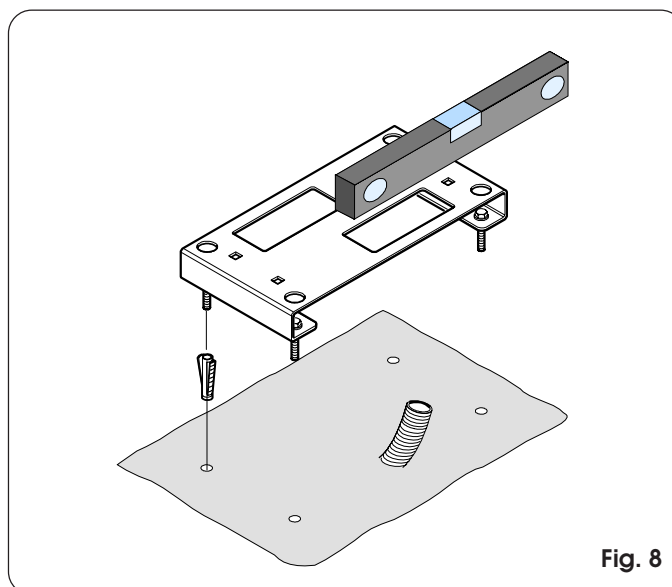

Fig. 8
- 2) Fissare la piastra di fondazione a pavimento utilizzando adeguati tasselli (Fig. 8) prevedendo una o più guaine per il passaggio dei cavi elettrici attraverso la piastra (Figg. 6-7 Rif. ①). Verificare la perfetta orizzontalità della piastra con una livella.